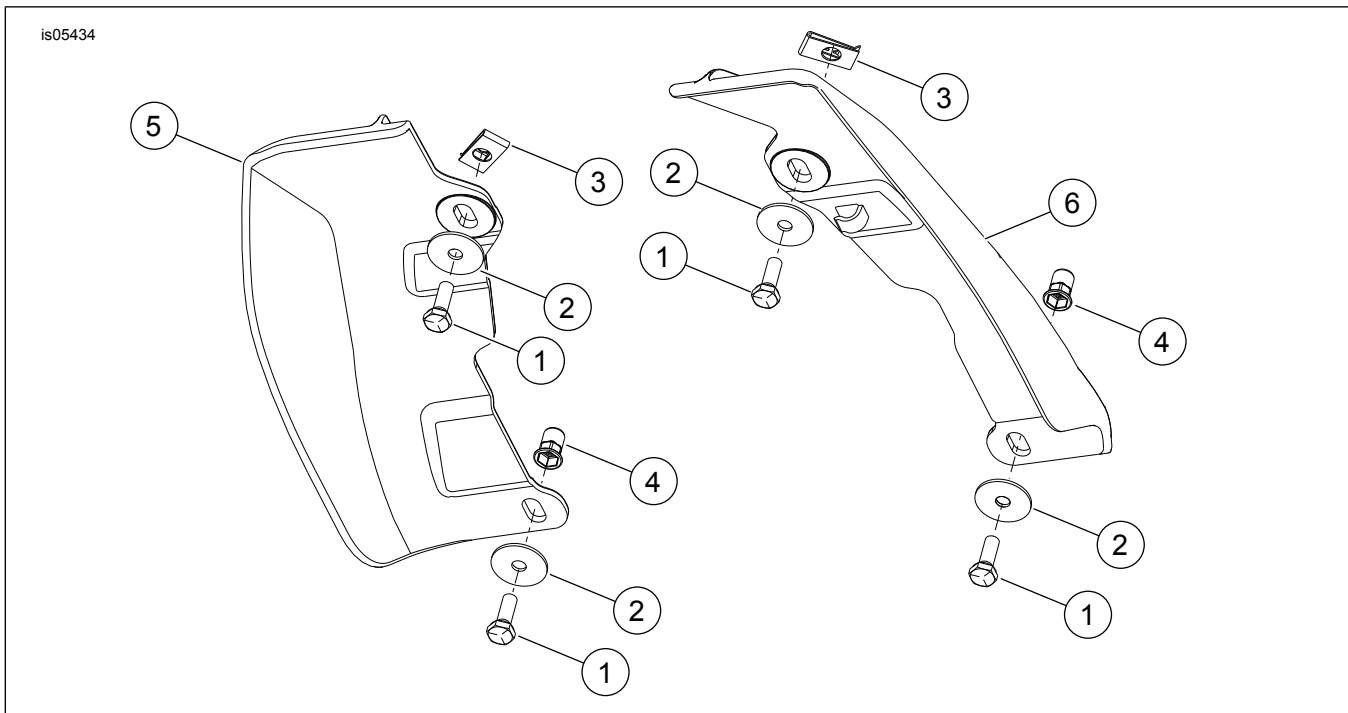

Figura 3. Piezas de servicio: Deflectores de aire montados en medio de la estructura
Vea Figura 3 y Tabla 1.
- a. Vea Figura 3 y Tabla 1 Coloque la arandela (2) en el tornillo (1).
- b. Coloque el tornillo (1) por completo en la tuerca especial (4).
- d. Apriete el tornillo (1) (aproximadamente 2-1/2 vueltas).